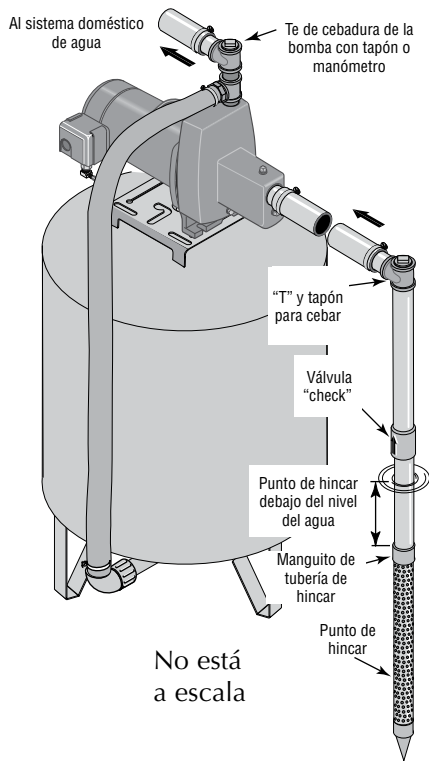

Figura 1 - instalación del punto de hincar
Instalación del punto del pozo (punto de hincar) (Figura 1)
3. Utilice el menor número de conexiones posible (especialmente codos) al conectar la tubería desde el punto del pozo al orificio de succión de la bomba. La tubería de succión debe ser por lo menos del mismo tamaño que el orificio de succión en la bomba (incluya una válvula "check" si su equipo no está equipado con una) - Vea la Figura 1. Soporte la tubería para que no haya inclinaciones verticales o hundimientos en ella a fin de que no se ejerza tensión sobre el cuerpo de la bomba y con el propósito de que no se incline ligeramente hacia arriba desde el pozo hacia la bomba (los puntos altos pueden ocasionar que se formen bolsas de aire que pueden bloquear la bomba). Selle las juntas de la tubería de succión con cinta de Teflón™ o con un compuesto a base de Teflón™ especial para las juntas de las tuberías. Las juntas deben de ser a prueba de agua y estar herméticamente cerradas. Si la tubería de succión pudiera succionar aire, la bomba no podría sacar agua del pozo. Si un punto de pozo no proporciona suficiente agua, considere la posibilidad de conectar dos o tres puntos de pozo a una tubería de succión.